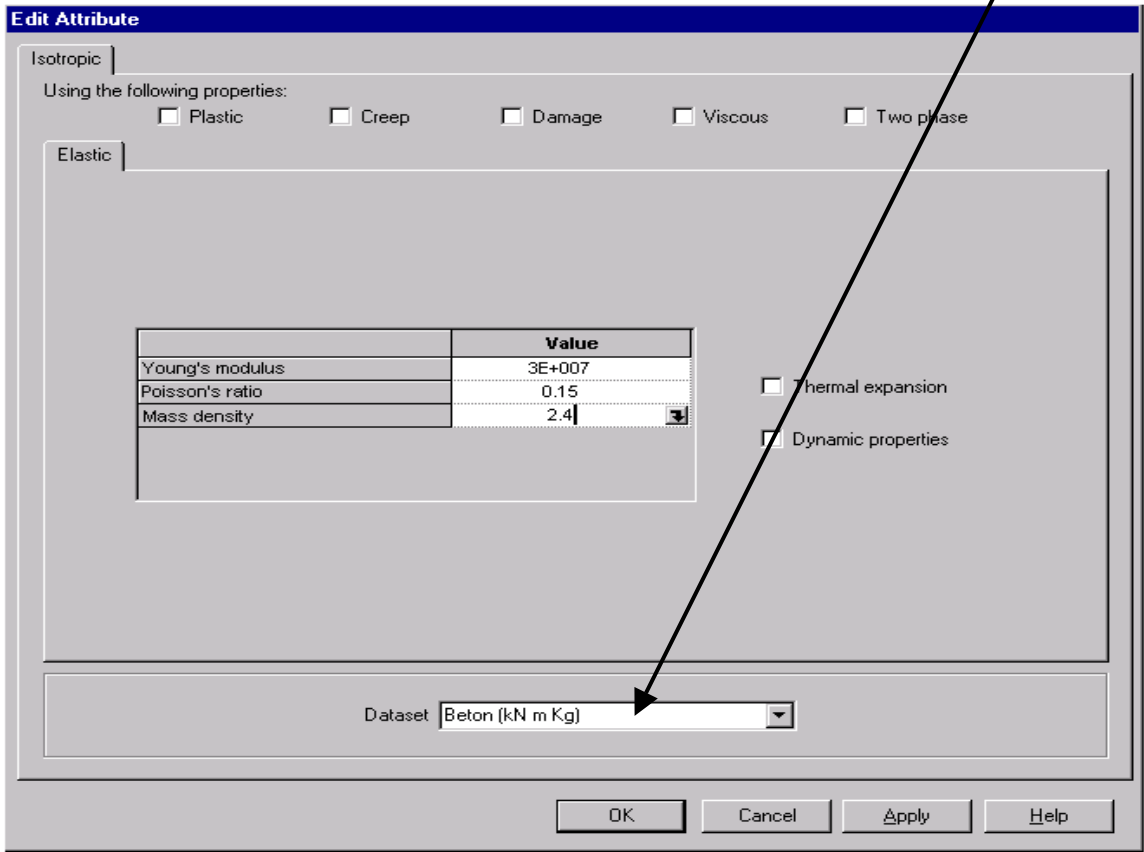

Fig. 16
- în caseta de dialog se definesc caracteristicile fizico – mecanice ale betonului (fig. 16)